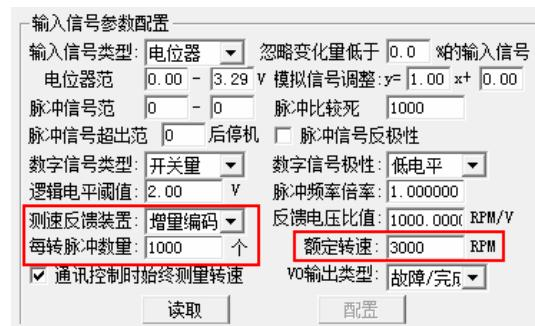

图 5.127 伺服电机相关参数
- 5) 配置好电机相关参数。在“输入参数配置”分组框下的“测速反馈装置”下拉框中选择“增量编码器”，并配置每转脉冲数（编码器线数）和电机额定转速，然后单击“配置”按钮保存设置，如图 5.127 所示。